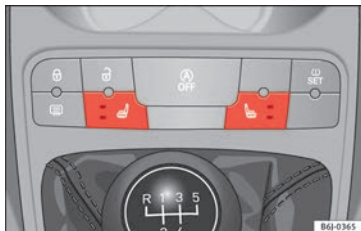

Fig. 134 Conmutador de la calefacción de los asientos delanteros.
- Pulse el conmutador correspondiente » **fig. 134** para encender la calefacción del asiento.
- Una sola pulsación conecta la calefacción a la máxima intensidad. Se iluminan los dos LED » **fig. 134**. Tras 15 minutos a máxima intensidad, se apaga el led superior, se desactiva durante 2 minutos el sistema y transcurridos los 2 minutos, el sistema vuelve a funcionar a mínima intensidad (el led inferior siempre está encendido).